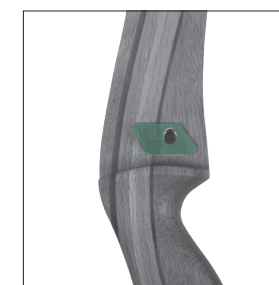

FIGURE 5
- Fixer l'appuie-flèche (inclus) à la poignée, au-dessus de la tablette, comme illustré sur la photo. (Fig. 5)